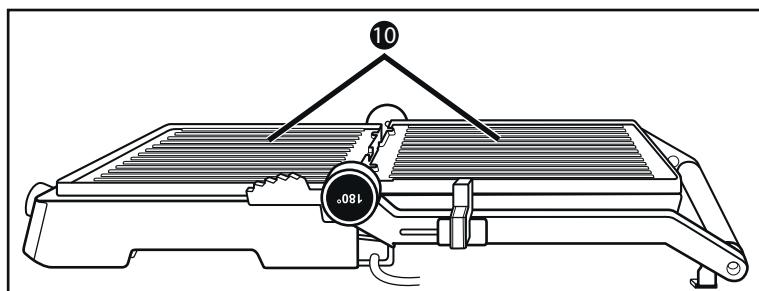

Fig. 2
- 3) Plăcile de încălzire **10** stau acum una lângă alta și pot fi utilizate ca un grătar tip masă (fig. 2).